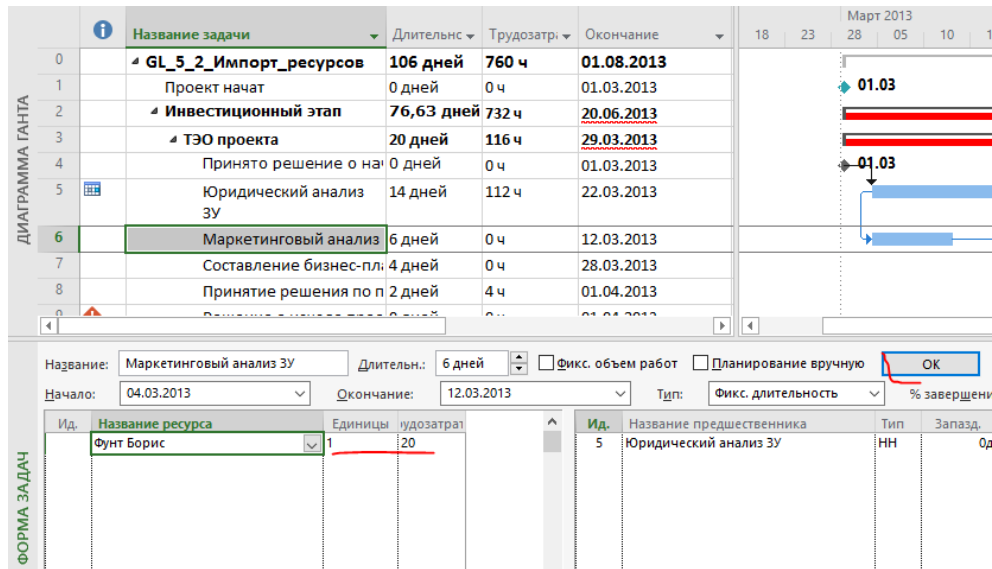

Рисунок 5.50 – Назначение ресурсов с помощью «Формы задач»
- 1) в «Форме задач» (см. ниже рисунок 5.50) в поле «Название ресурса» выбрать ресурс;